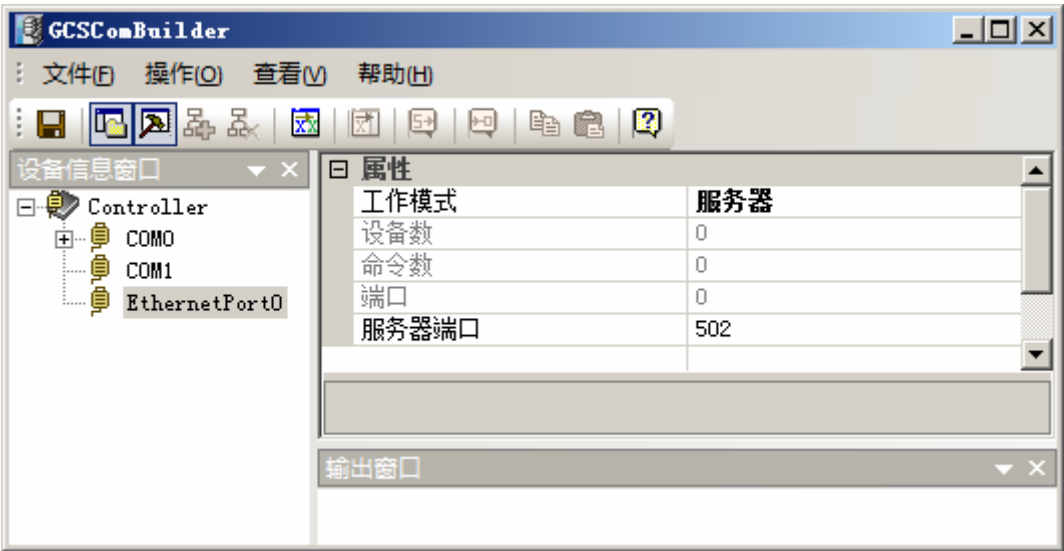

图 4-21 MODBUS TCP 服务器通信组态之工作模式选择
- 1. 建立起工程后打开“硬件组态”——“通信组态”，选择工作模式为“服务器”，并填入端口号（MODBUS TCP协议的默认端口为 502），如图 4-21 所示。